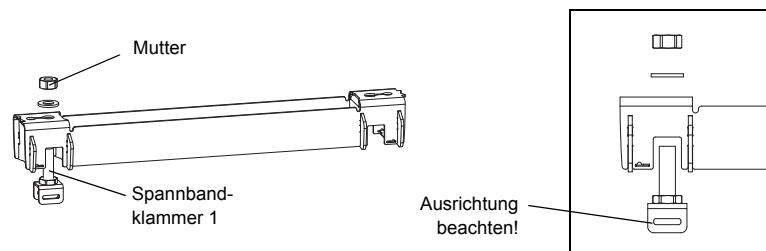

Abb. 9.18: Schiene mit Spannbandklammer
- Setzen Sie eine Spannbandklammer in die Schiene (siehe Spannbandklammer 1 in Abb. 9.18). Achten Sie dabei auf die Ausrichtung der Spannbandklammer.